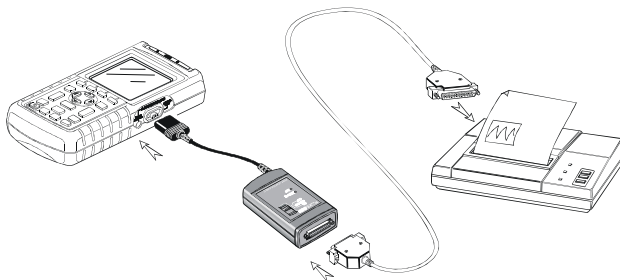

Figura 1-23. Conexión a una impresora en paralelo
- El cable/adaptador para impresora (PAC91, opcional) para conectar una impresora en paralelo al PUERTO ÓPTICO del instrumento de medida. Consulte la figura 1-23.